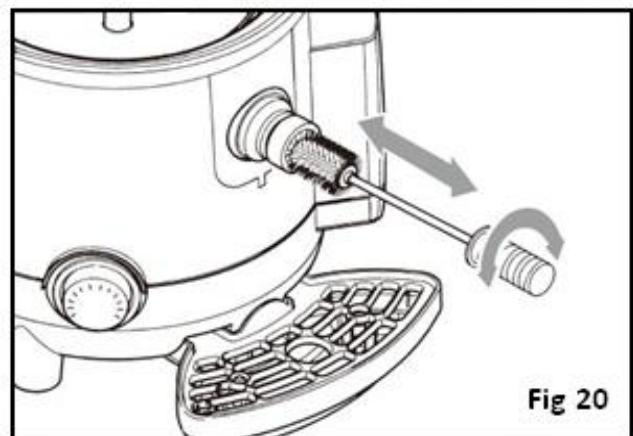

Fig 20
- Maak het verbindingskanaal tussen dispenserreservoir en tap schoon met een reinigingsborstel (inbegrepen) (fig. 20).